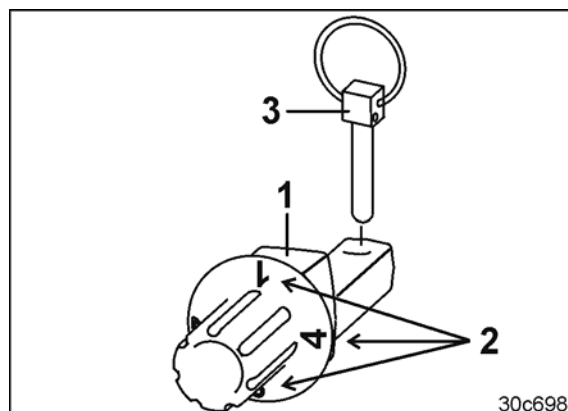

Рис. 83
После каждой перестановки фиксируйте палец регулировки глубины пружинным фиксатором (Рис. 83/3).
7. Зафиксируйте обе установочные штанги пружинными фиксаторами (Рис. 83/3).
- Кромки (Рис. 83/1) пальца регулировки глубины имеют неравные зазоры, поэтому они обозначены цифрами от 1 до 4.
- чем больше цифра (Рис. 83/2) на кромке, прилегающей к кронштейну (Рис. 47/3).